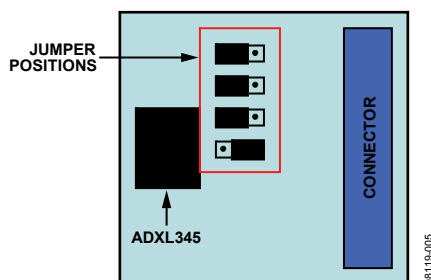

図 5. ADXL345 サテライトの正しいジャンパ位置
5. ADXL345 サテライトの中央にあるジャンパが図 5 のように設定されていることを確認します。